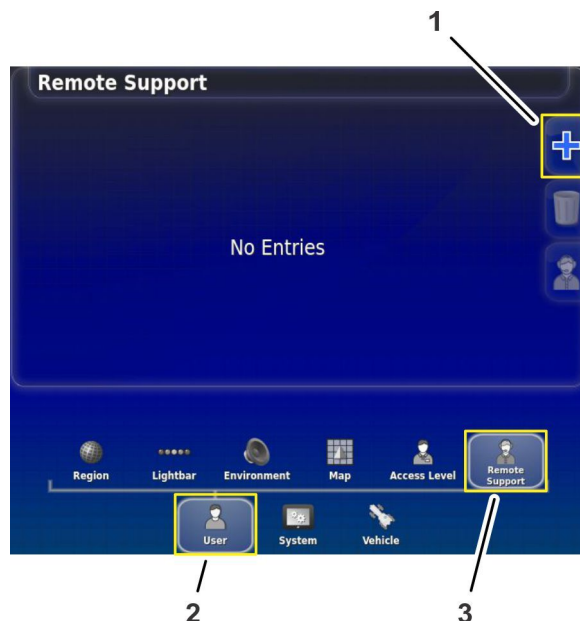

図 212
2. 設定画面で、ユーザーアイコンを押し、遠隔サポートアイコンを押し 図 212。
3. サポートウィンドウにサポートデスクが表示されない場合は、サポートデスク追加アイコンを押し 図 212。